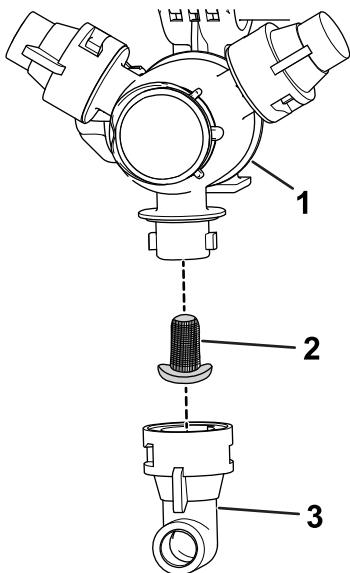

Figure 102
2. Déposez la buse de la tourelle de pulvérisation (Figure 102).
- ### 3. Retirez le filtre de buse usagé (Figure 102).
- #### 4. Montez le filtre de buse neuf (Figure 102).
5. Montez la buse sur la tourelle de pulvérisation (Figure 102).